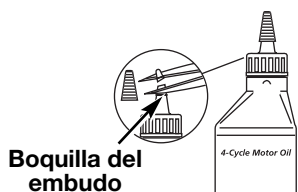

Fig. 1
Su unidad trae una botella de aceite SAE 30 SF, SG, SH de 90 ml (3,04 onzas fluidas) (Fig. 1).
- Desenrosque la tapa de la botella de aceite y retire el sello de papel que cubre la apertura. Vuelva a colocar la tapa. Corte la punta de la boquilla del embudo (Fig. 1).